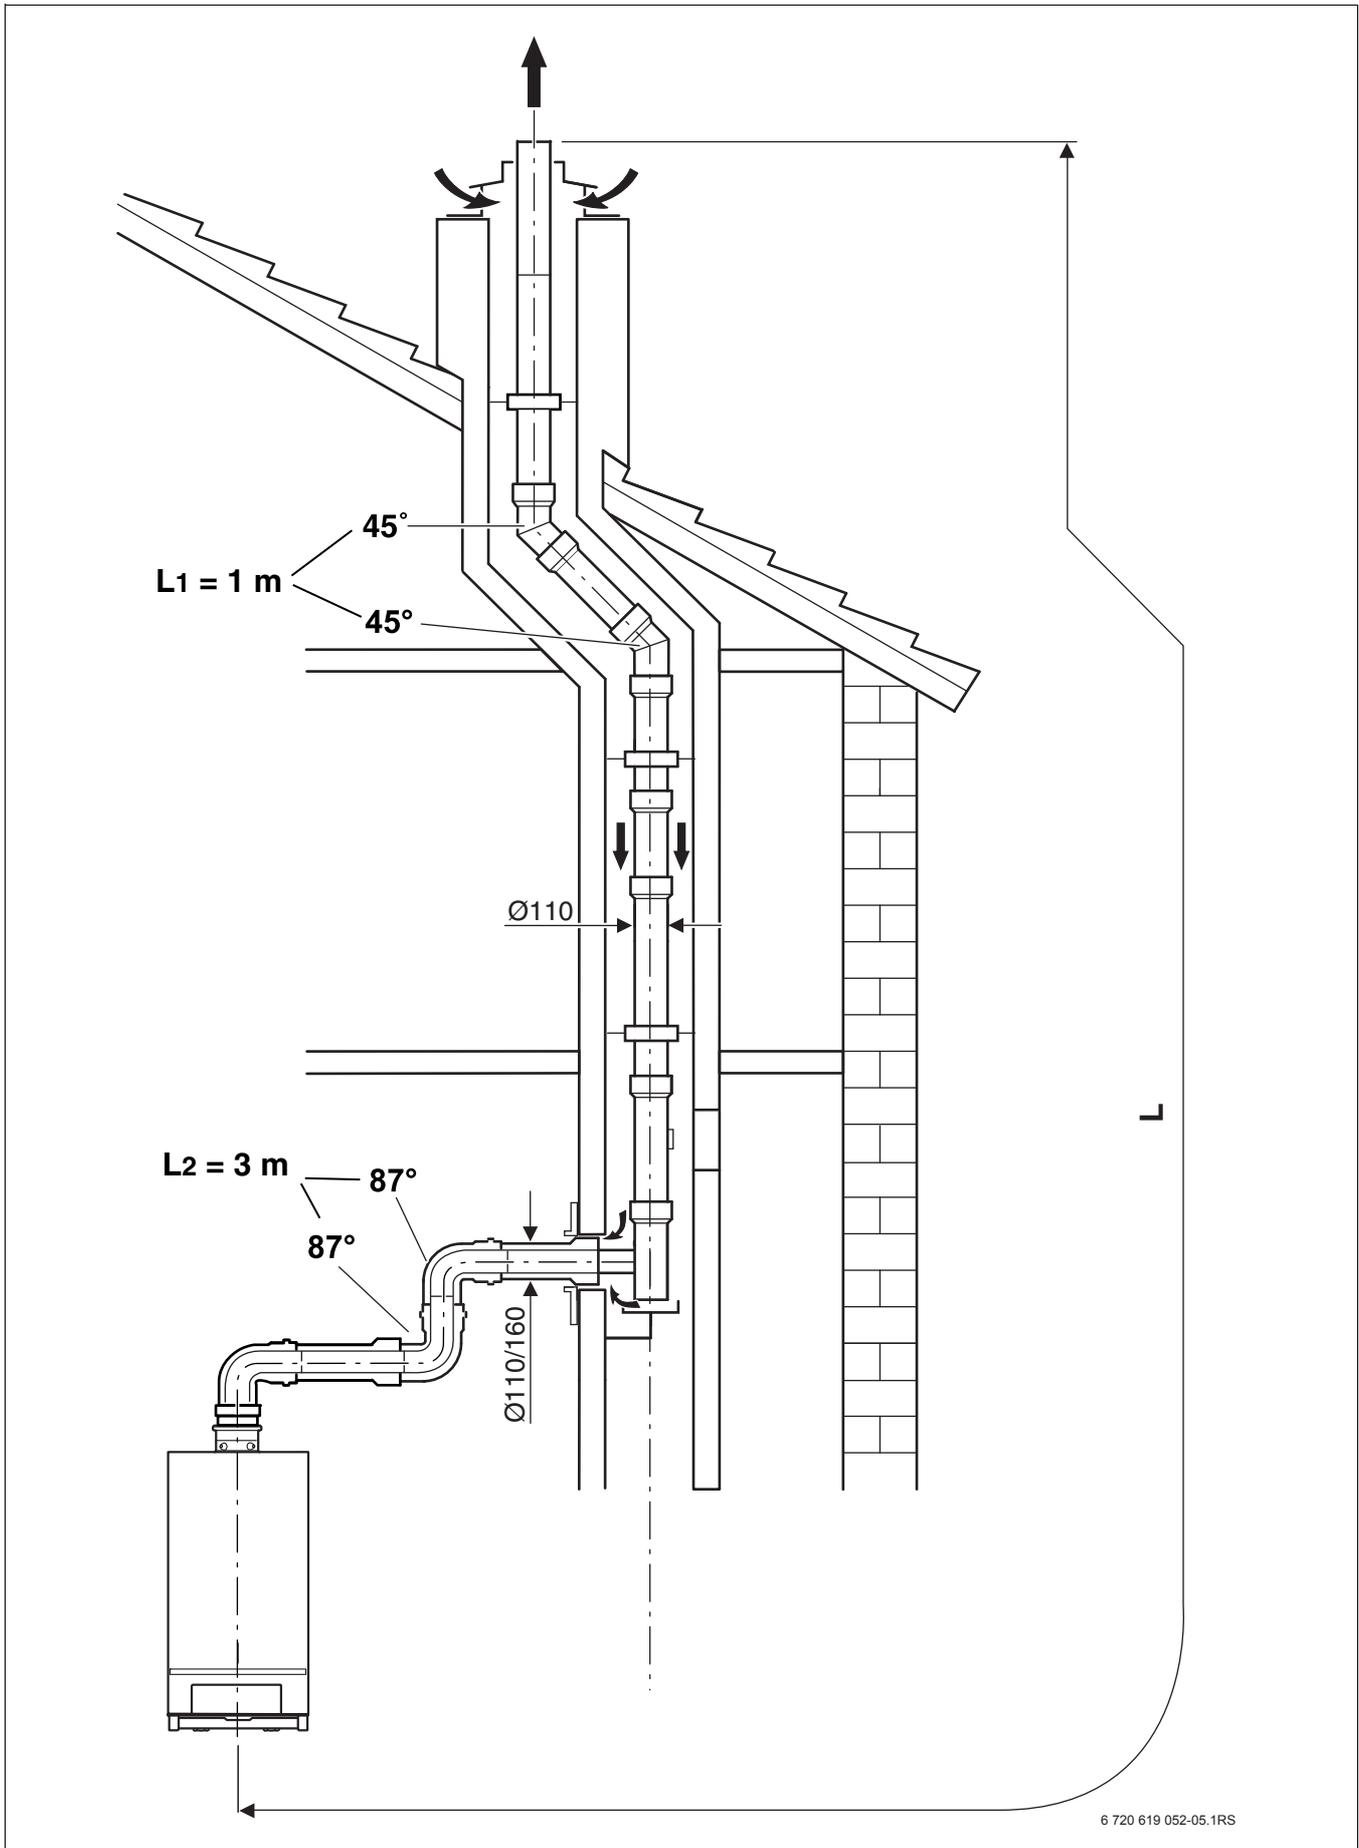

Bild 13 Beispiel Abgasrohlängen
5.2 Berechnung der Abgasrohrlängen am Beispiel $C_{93(x)}$ (→ Bild 13)
Aus dem Beispiel (→ Bild 13) mit 2 x 87°-Bögen und 2 x 45°-Bögen ergibt sich insgesamt eine äquivalente Rohrlänge von 4 Meter. Hierdurch verringert sich die maximale zulässige Abgasrohrlänge auf 13 Meter (17 m - 4 m).